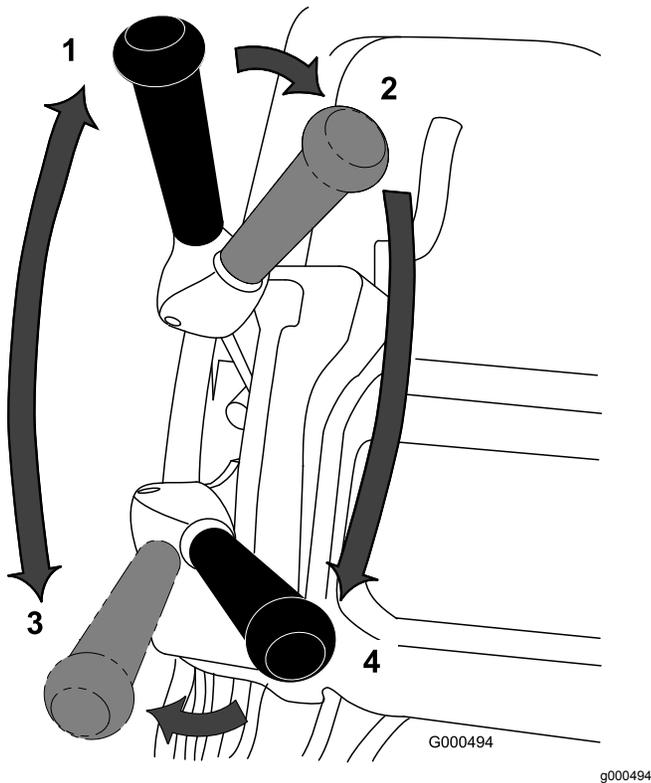

Bild 32
1. Lassen Sie den Motor an, stellen den Gasbedienungshebel auf verringerte Geschwindigkeit, drücken den Holm nach unten, um die Schneideinheit anzuheben, aktivieren Sie die elektronische Sicherheit, schieben den Fahrtriebshebel und den Spindelantriebshebel in die Stellung VORWÄRTS und transportieren Sie die Maschine an den Rand der Rasenfläche (Bild 32).
2. Schieben Sie den Schalthebel in die NEUTRAL-Stellung (Bild 32).
- Stellen Sie den Antriebshebel in die Stellung: NEUTRAL und Spindeltrieb in die Stellung: AUSGEKUPPELT (**Bild 32**).
- Stellen Sie den Antriebshebel in die Stellung: VORWÄRTS und Spindeltrieb in die Stellung: EINGEKUPPELT (**Bild 32**). Geben Sie Gas, bis die Maschine die gewünschte Fahrgeschwindigkeit erreicht hat. Fahren Sie die Maschine auf die Grünfläche, senken die Schneideinheit ab und beginnen Sie mit dem Mähen.